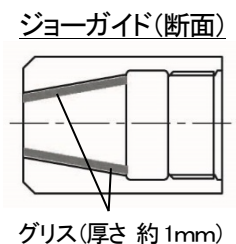

図 7-3
- 5) ジョーガイドの内側(ジョーと接する面)にグリスを十分に塗布して組み付けてください。(図 7-3 参照)
- 2) 組み付ける前に、先端部品の清掃・グリスアップを実施してください。(P.15 図 7-3 参照)